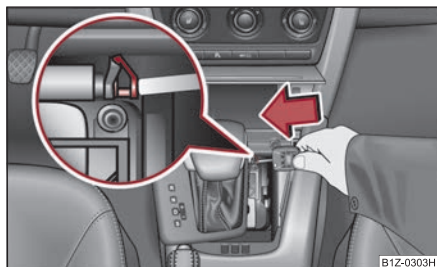

Fig. 158 Deblocarea de urgență a selectorului de viteze
- Cu un obiect subțire (de ex. cheia de contact) apăsați maneta din material sintetic ⇒ fig. 158 spre stânga.